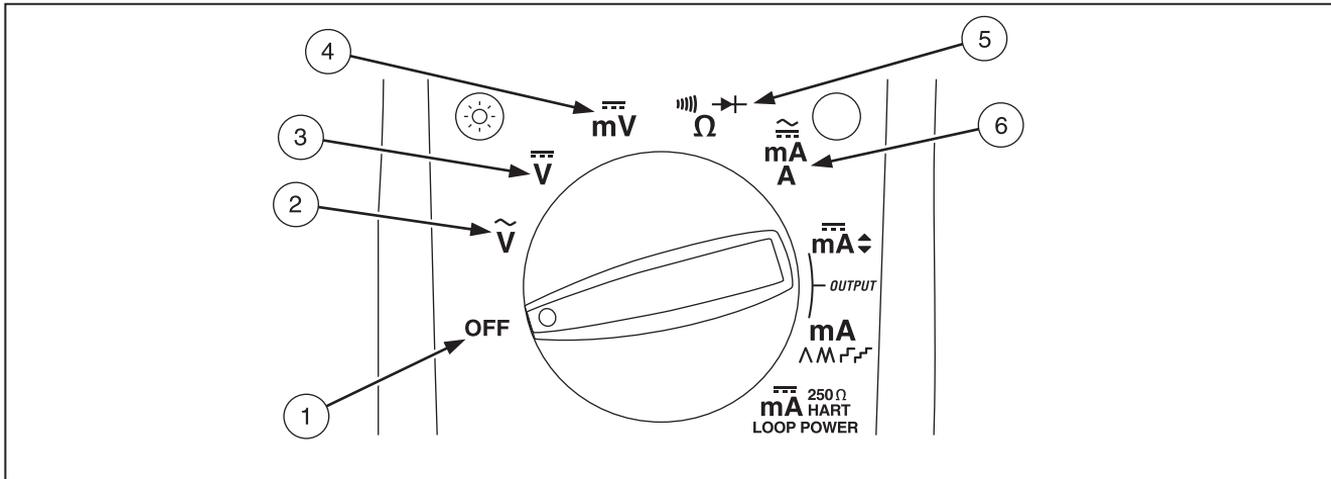

Abbildung 3. Drehknopfpositionen für Messfunktionen
- Abbildung 3 und Tabelle 3 beschreiben die Eingangsfunktionen der ersten sechs Drehknopfpositionen.